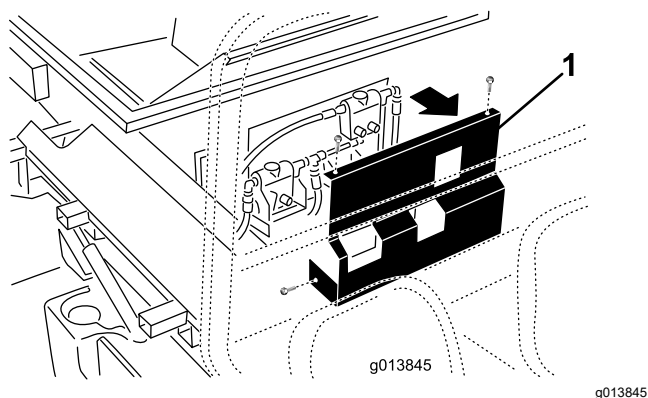

Figure 13
10. Sur la version SH (modèle 44701), retirez les fixations qui maintiennent le couvercle sur l'avant de la machine, et écartez le couvercle (Figure 13).